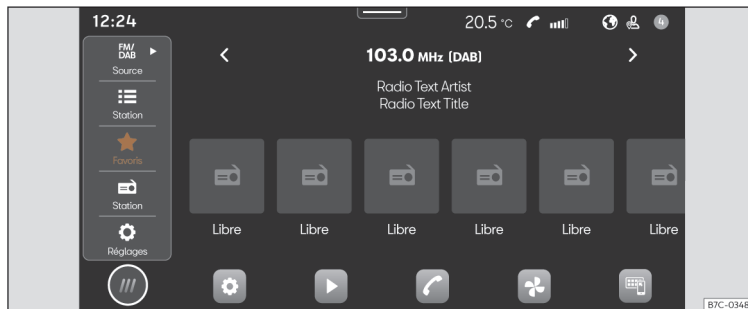

Fig. 156 Représentation schématique : Vue Radio.
- Appuyez sur **HOME** > >>> **fig. 156**.